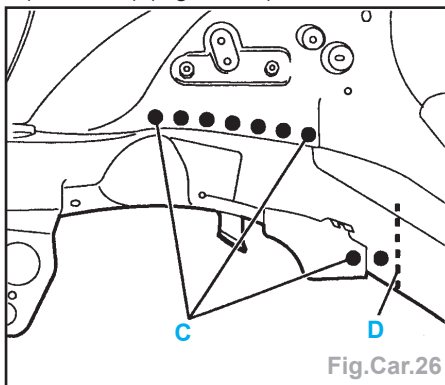

Fig.Car.26
- Souder par points bouchons au MIG (suivant C) (Fig.Car.26).